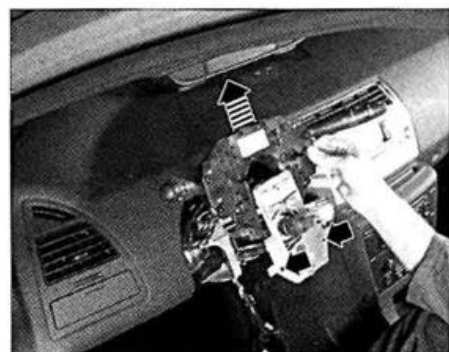

FIG. 36
- Desmontar los dos tornillos de fijación de la caja-grupo de mandos y deslizar el conjunto hacia arriba para desmontarlo. Comprobar que ningún conector no haya quedado conectado (fig. 36).